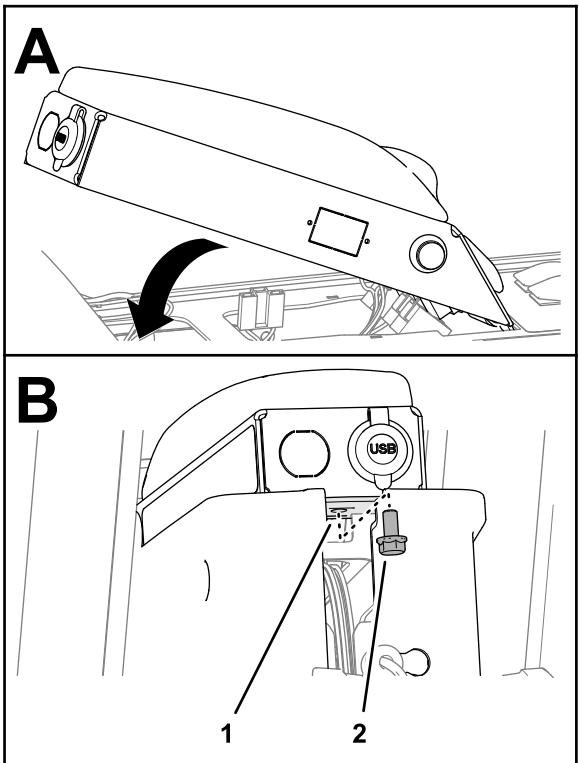

Figura 109
1. Alinhe as patilhas na parte frontal do painel do braço com as ranhuras na estrutura da consola, e rode o painel do braço para baixo (Figura 109).
2. Prenda o painel do braço à estrutura da consola (Figura 109) com o parafuso de cabeça flangeada (5/16 x $\frac{5}{8}$ pol.)